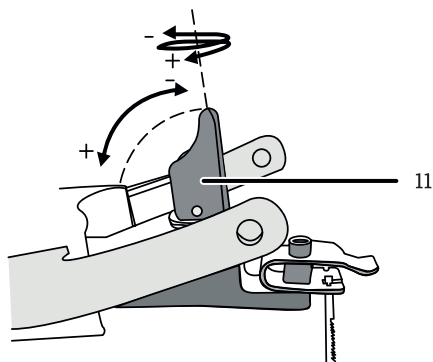

Рис. 3. Рычаг лобзикового станка
- поднимите рычаг 11 (рис. 3) в верхнее положение;
Рычаг 11 (см. рис. 3) должен возвращаться в нижнее положение от руки, но с заметным усилием. В случае ослабленного усилия натяжения полотна недостаточно. Для увеличения натяжения поднимите рычаг 11 и вращением его по часовой стрелке увеличьте натяжение полотна. При излишнем натяжении (чрезмерном усилии) ослабьте натяжение вращением рычага против часовой стрелки.